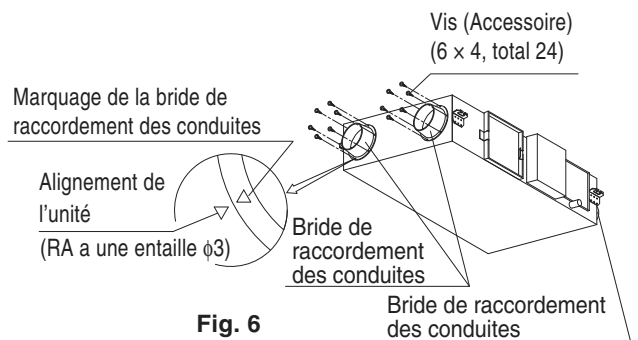

Fig. 6
**(Reportez-vous à la Fig. 6)**